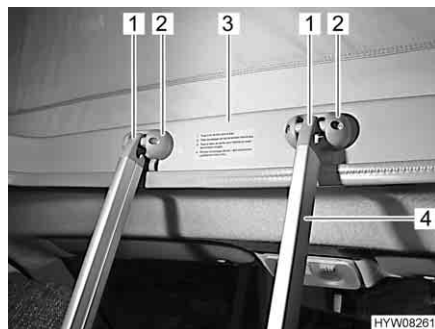

Fig. 41 Scaletta di accesso
Per accedere al letto sul tetto a soffietto utilizzare sempre la scaletta di accesso (Fig. 41,4) montata di serie.
- Agganciare la scaletta con i due archetti (Fig. 41,1) nelle graffe (Fig. 41,2) del telaio (Fig. 41,3) del tetto a soffietto.